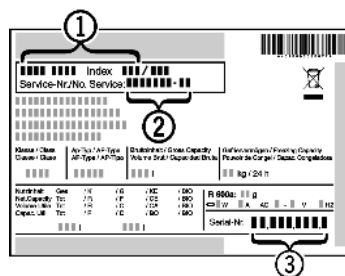

Fig. 22
- Leggere la denominazione dell'apparecchio Fig. 22 (1), il numero di assistenza Fig. 22 (2) e il numero di serie Fig. 22 (3) dalla targhetta identificativa. La targhetta identificativa è situata all'interno dell'apparecchio, sul lato sinistro